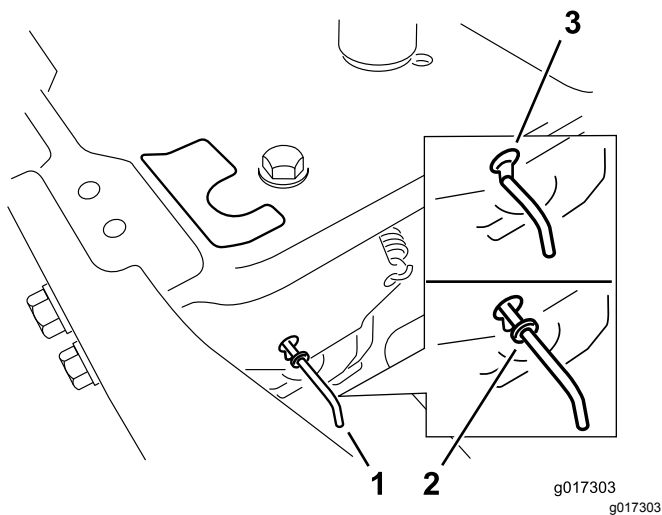

Bild 19
4. Schieben Sie die Bypasshebel nach vorne durch das Schlüsselloch und nach unten, um sie zu arretieren (Bild 19).
Schieben Sie die Bypasshebel nach hinten durch das Schlüsselloch und nach unten, um sie zu arretieren, wie in Bild 19 dargestellt.